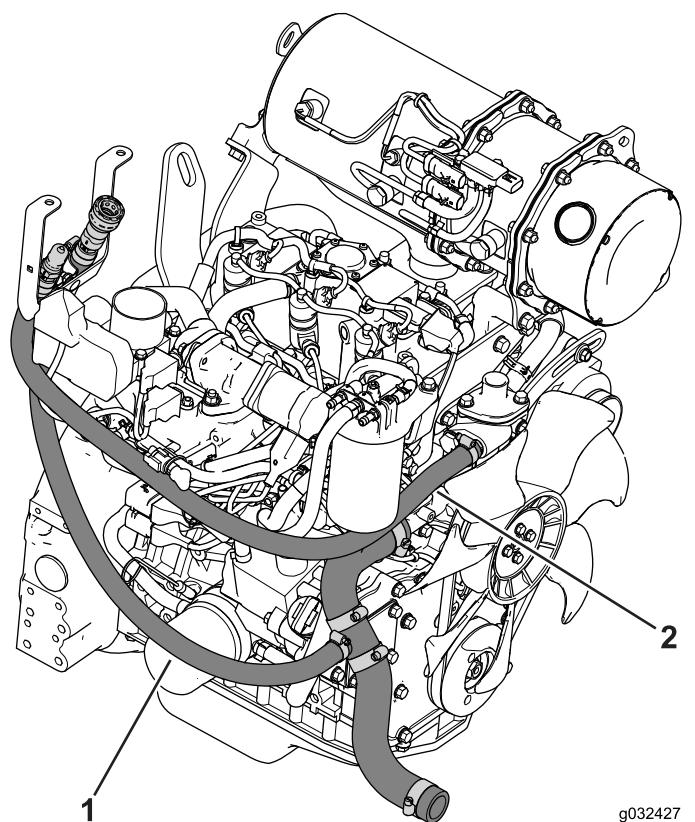

Figura 26
1. Enrute la manguera de alimentación como se muestra en la Figura 26.